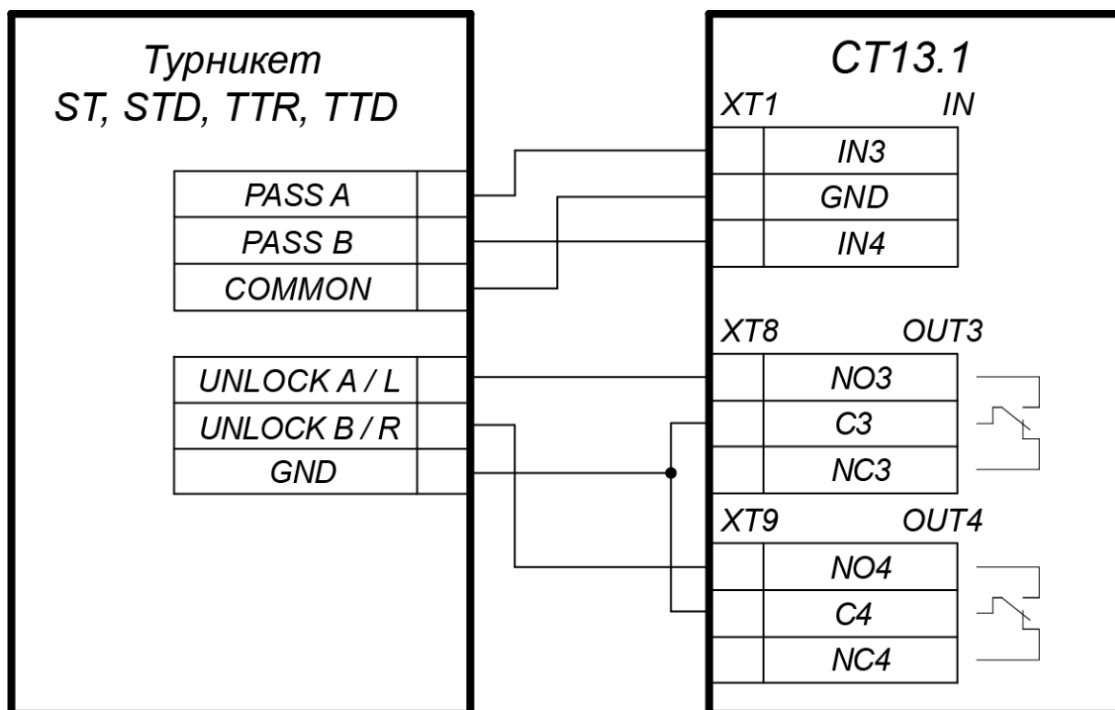

Рисунок 17. Схема подключения второго турникета к контроллеру ЭП
- Дополнительный турникет или калитка (ИУ №2) подключается к клеммным колодкам **XT1**, **XT8**, **XT9** нижней платы контроллера в соответствии со схемой для данного типа изделия (см. рис. 17, 18).